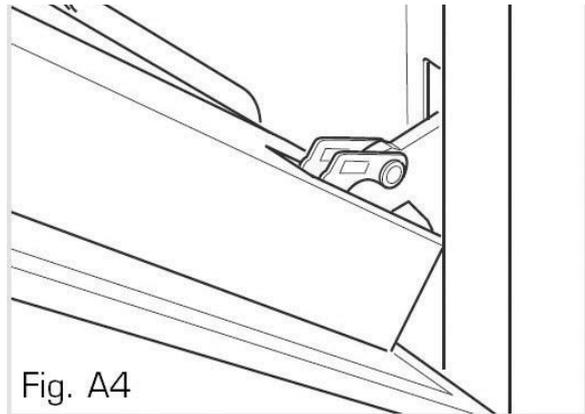

Fig. A4
4. Refermez lentement la porte jusqu'à ce que les leviers (A) des charnières gauche et droite s'accrochent sur la partie (B) de la porte (fig. A4).